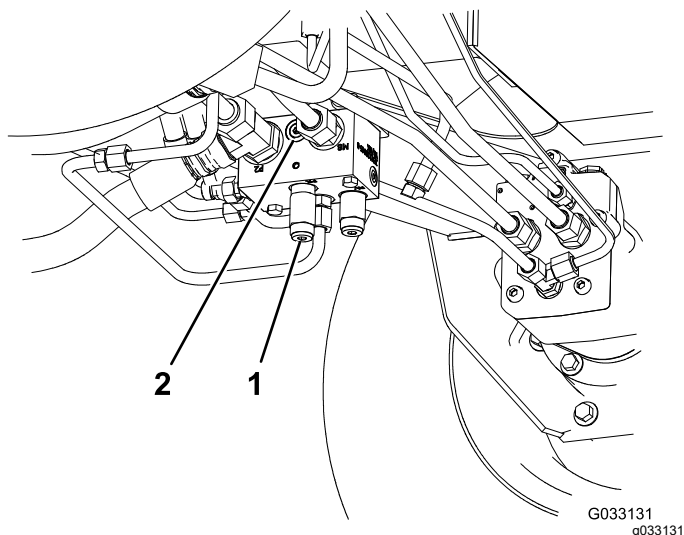

Figura 62
- 95-0985, empalme (2)
- 340-77, acoplamiento hidráulico (2)
1. Instale un acoplamiento diagnóstico en el orificio sin marcar que está situado entre los orificios M8 y P2 del colector de tracción trasera (Figura 62).